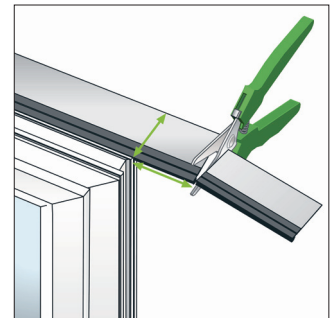

Bild 15: Folie im Eckbereich mit einem Breitenüberstand abschneiden
- Folie auf der ganzen Seite des Fensters einbringen. Im Eckbereich die Folie, mit einem Überstand der Folienbreite, abschneiden (Bild 15).